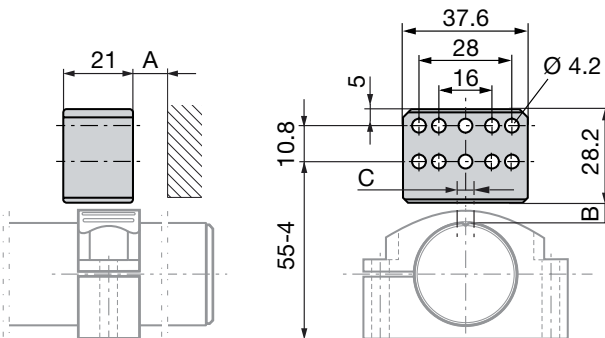
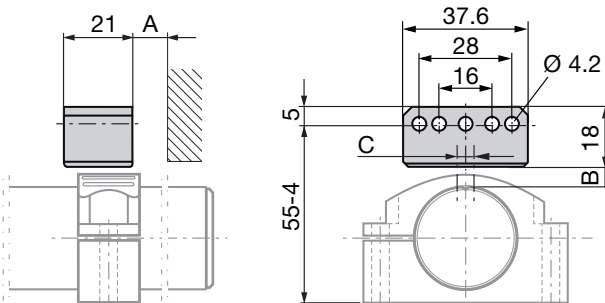

图 5-1： 尺寸和距离用位置指示器BTL6-A-3800-2
图 5-2： 尺寸和距离用位置指示器BTL6-A-3801-2
- 位置指示器和磁化材料构成的部件之间的距离A至少应为10 mm（参见图 5-1和 图 5-2）。
- 对于位置指示器和BTL之间的距离B以及中心偏置量C（参见 图 5-1和图 5-2）请遵守以下数值：
表 5-1： 位置指示器位置和偏移（参见图 5-1和图 5-2）